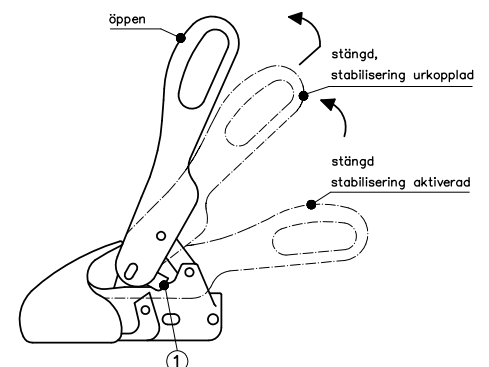

Bild 6 : Avaktivering stabiliseringsfunktion
Dra manöverhandtaget långsamt uppåt för att avaktivera stabiliseringsfunktionen (bild 6).
Dra ut belysningskontakten och lossa katastrofwiren, dra manöverspaken långsamt uppåt för att avaktivera stabiliseringen (bild 6), dra tillbaka manöverhandtaget och lyft det samtidigt (bild 6) så, att säkringsckenorna (1) på sidorna svängs över säkringsytorna och manöverspaken kan ställas i det öppna läget. Med hjälp av stödhjulet kan nu släpet kopplas av från dragfordonet.